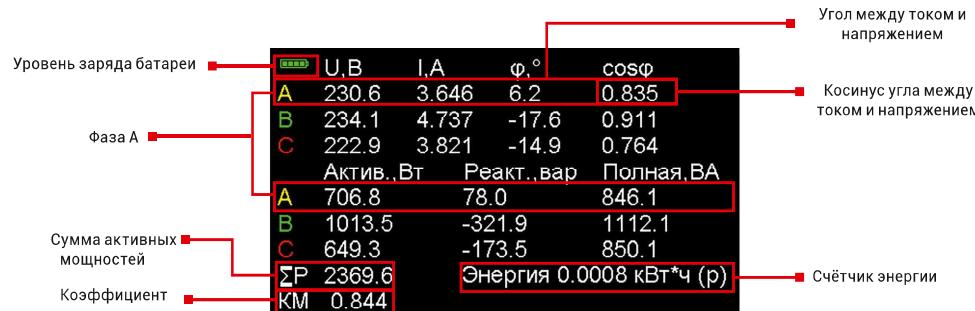

Рис. 4. Отображение на ЖКД 2-го режима
6.2.4 Для измерения мощностей и сдвигов фаз производят соединения, как в случае измерения напряжений и тока. Мощности активная, реактивная и полная, энергия считаются с дисплея, как показано на рис. 4, соответственно, в Ваттах, варах и Вольт-Амперах. Для определения порядка чередования фаз в трехпроводной сети следует переключить прибор в 1-ый режим, для отображения векторных диаграмм.
На экране (рис. 4) отображаются коэффициент мощности, сумма активных мощностей, косинус сдвига каждой из фаз.